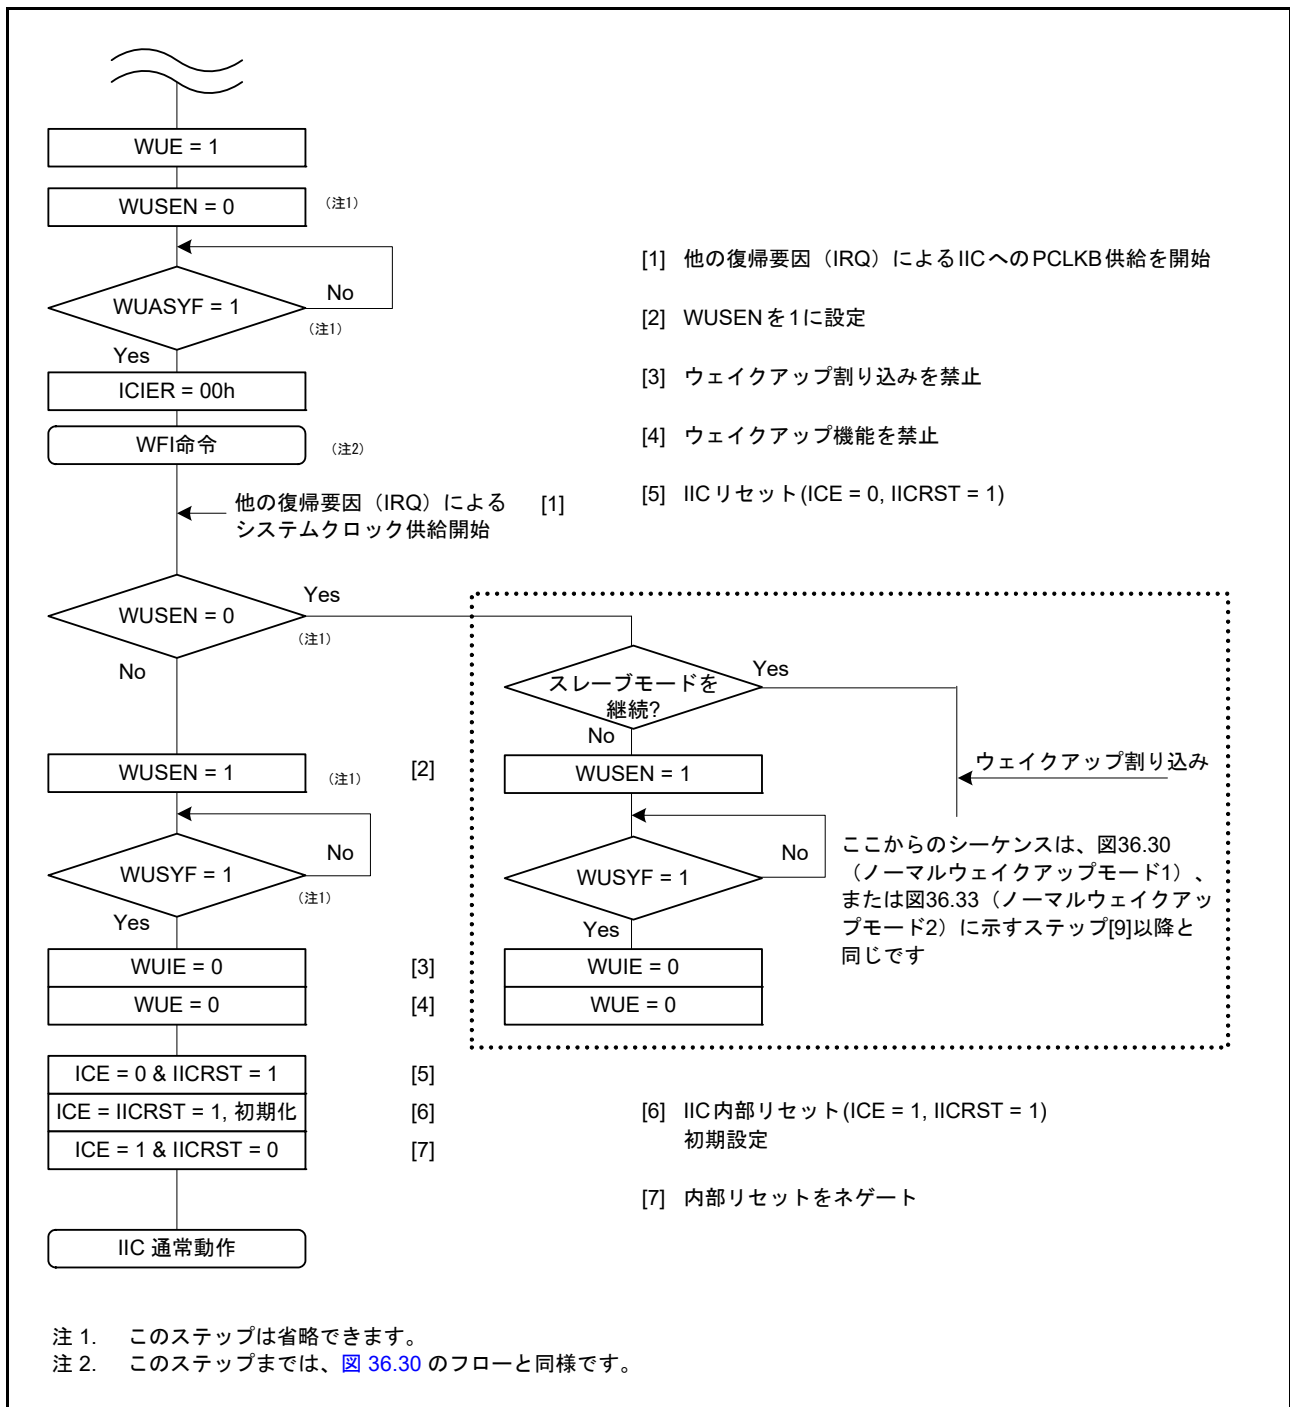
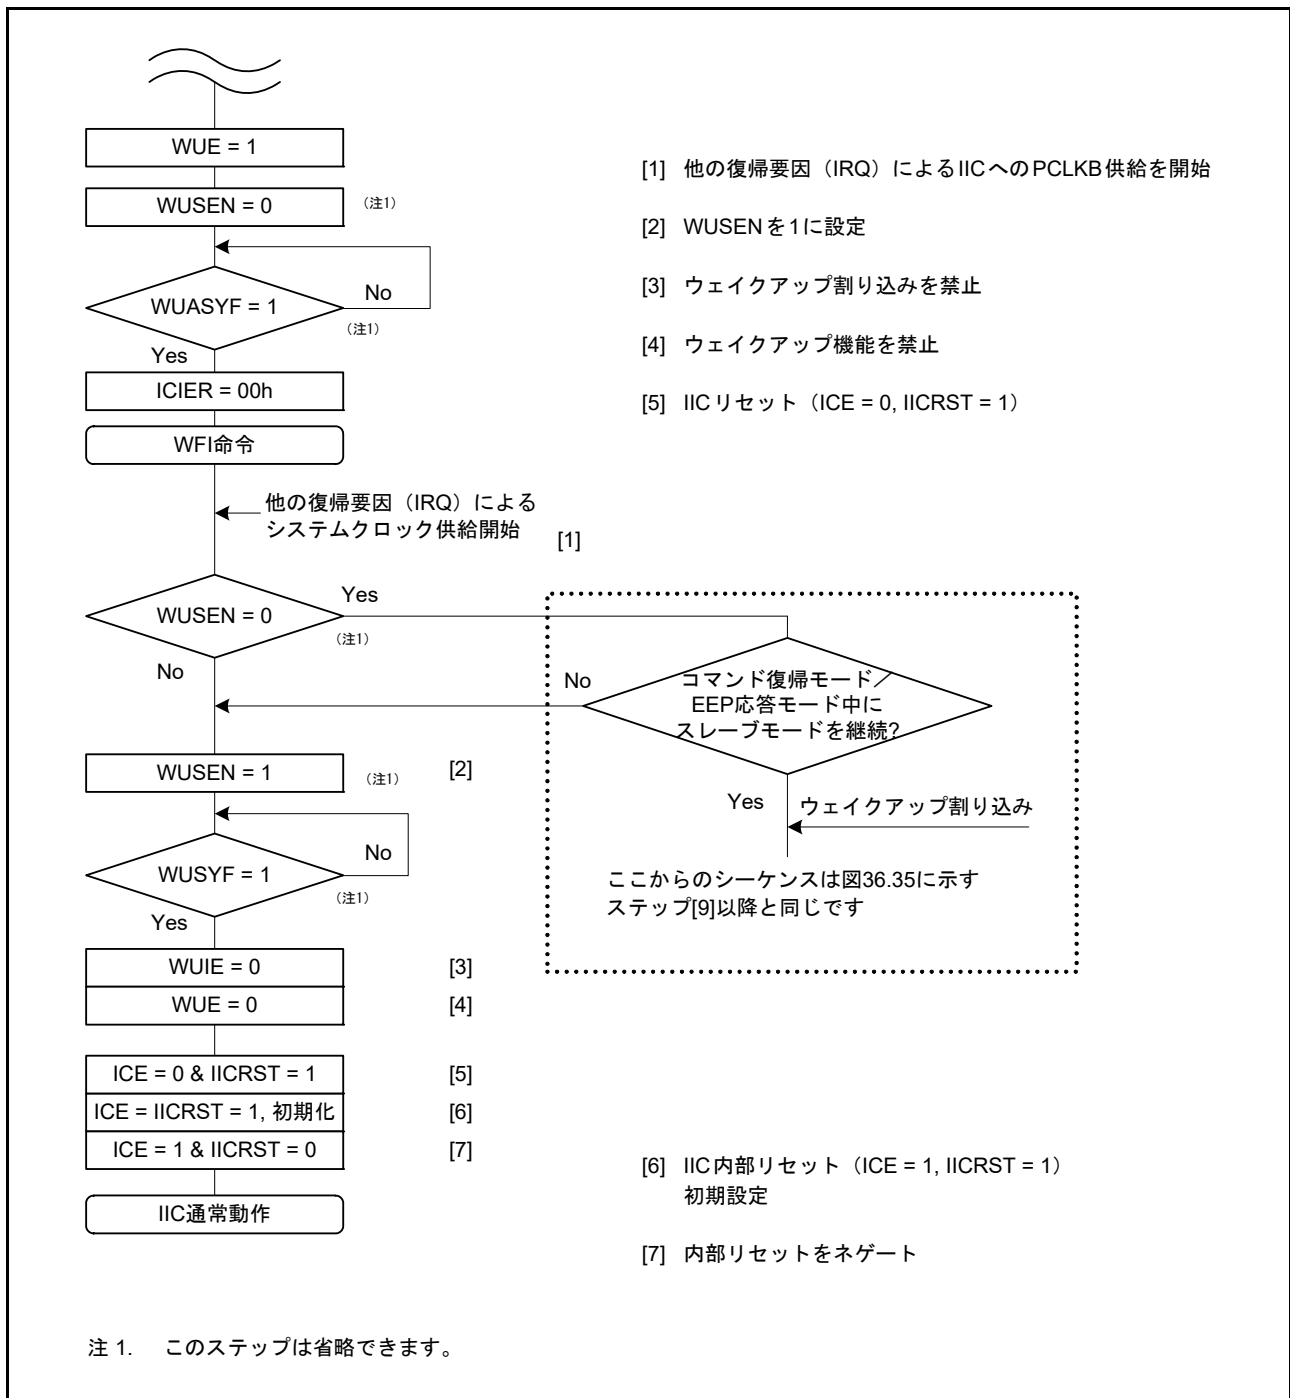

図 36.31 ノーマルウェイクアップモード 1 および 2 の動作例 (IIC ウェイクアップ割り込み以外の割り込み (たとえば IRQn) によるウェイクアップの場合)
図 36.36 コマンドリカバリモードと EEP 応答モードの動作例 (IIC ウェイクアップ割り込み以外の割り込み (たとえば IRQn) によるウェイクアップの場合)
8. ウェイクアップ割り込み以外の割り込み (IRQn など) で、ソフトウェアスタンバイモードからの遷移がトリガされると、この場合 WUF は設定されません。図 36.31 および図 36.36 に示す処理に従ってください。
2. ウェイクアップ割り込み以外の割り込み (IRQn など) で、ソフトウェアスタンバイモードからの遷移がトリガされると、この場合 WUF は設定されません。図 36.31 に示す処理に従ってください。
2. ウェイクアップ割り込み以外の割り込み (IRQn など) で、ソフトウェアスタンバイモードからの遷移がトリガされると、この場合 WUF は設定されません。図 36.36 に示す処理に従ってください。